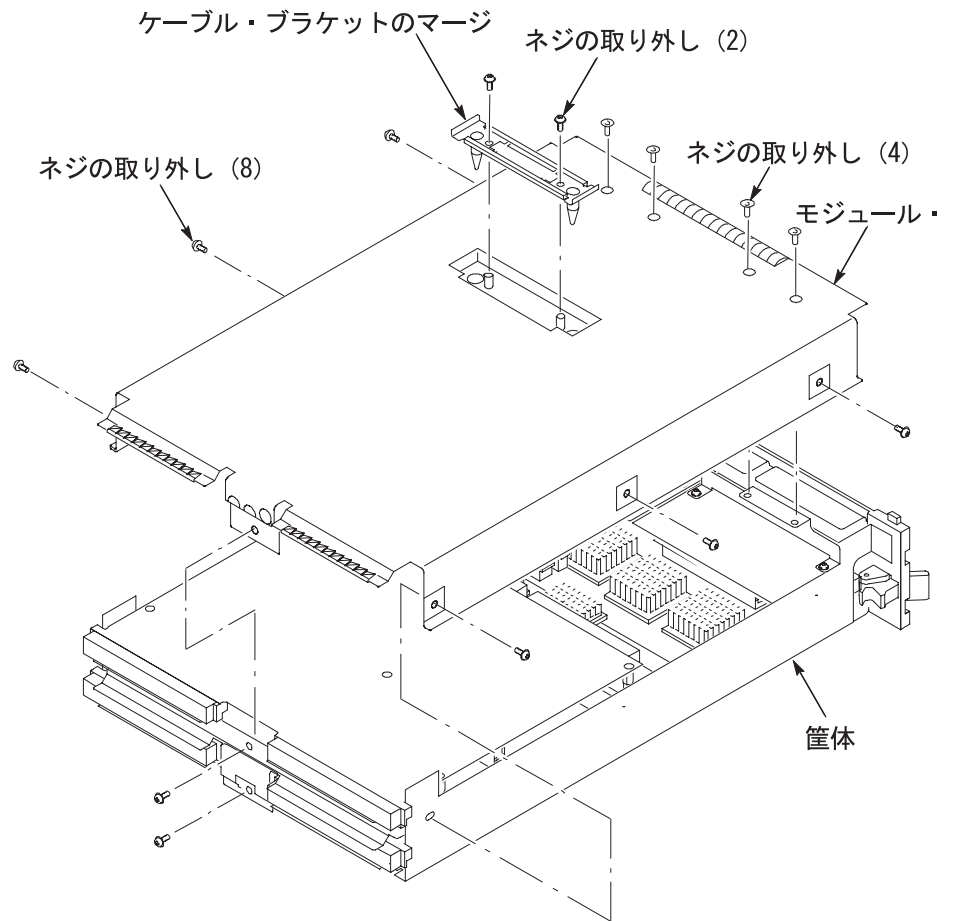

図 21 : カバーを取り外す
4. T-10 Torx チップのドライバーを使ってモジュール・カバーからネジを取り外します（33 ページの図 21 を参照）。